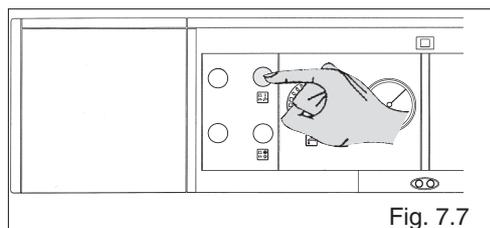

Fig. 7.7
- premere l'interruttore del bollitore e verificare lo spegnimento del led di segnalazione verde (fig. 7.7)